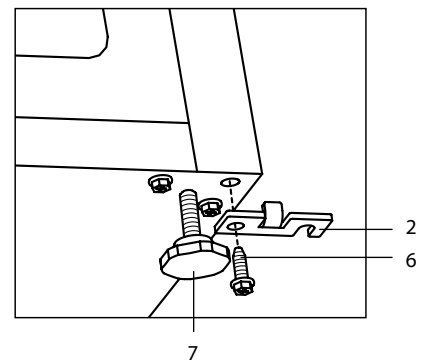

Figura 3
2.1.2 Înainte de a monta combinația Side by Side, este necesar să instalați bracketul 2 pe congelator, în conformitate cu figura 3, este necesar să:
2.1.3 Apoi, este necesar să instalați dispozitivele cât mai aproape de locul de operare, oferind acces la peretele posterior al dispozitivelor pentru instalare. Distanța dintre aparate ar trebui să fie de 10 mm, și congelatorul trebuie să iasă cu 10 mm înaintea frigiderului. Apoi, aliniați dispozitivele în înălțime folosind suporturile 7 în conformitate cu figura 3, dacă este necesar folosind o cheie deschisă de 32 mm.